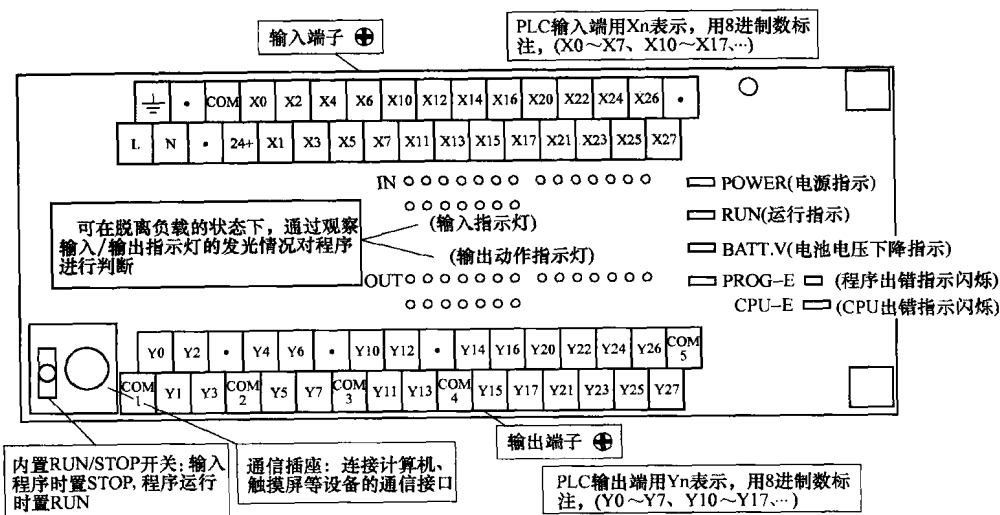

图 1-4 FX_{2N}—48MR 型 PLC 基本单元的面板结构示意图
FX_{2N}—48MR 型 PLC 基本单元的面板结构如图 1-4 所示。
开始实训前, 请将配置在实训设备中的 PLC 与图 1-4 作对照, 认真观察, 了解 PLC 面板上每部分的作用。
(4) 输入继电器与输出继电器的数量 再次认真观察图 1-4, 在 FX_{2N}-48MR 的基本单元中, 输入端的输入继电器有 24 个, 分别编为 X0~X7、X10~X17、X20~X27。输出端的输出继电器也有 24 个, 分别编为 Y0~Y7、Y10~Y17、Y20~Y27。